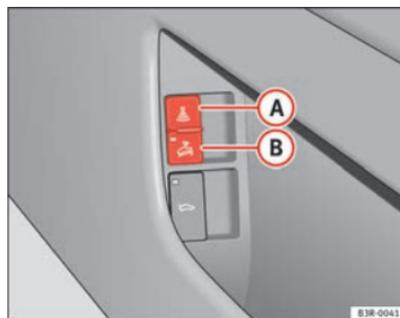

Abb. 79 Taster der Innenraumüberwachung
- Öffnen Sie die Tür und ziehen Sie am Taster  mit dem Symbol  seitlich an der Fahrertürablage ⇒ Abb. 79.
- Öffnen Sie die Tür und ziehen Sie am Taster **(B)** mit dem Symbol  seitlich an der Fahrertürablage ⇒ Seite 112, Abb. 79.